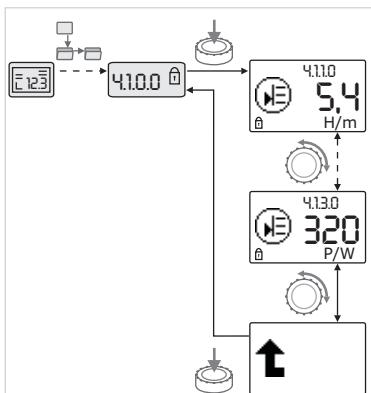

Fig. 46: Tietojen hakeminen näyttöön
- Käyttöpainiketta kiertämällä valitaan "Tietoja"-tyypin valikko-osia tämänhetkisistä alavalikoista (katso Fig. 46). Symbolein esitettyjen säätöjen selitykset, katso taulukko luvussa 8.7 "Valikon osien viitteet" sivulla 98.